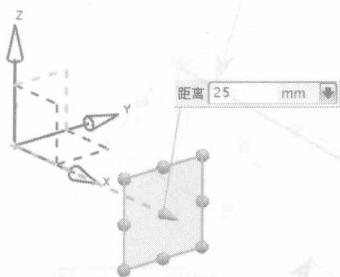
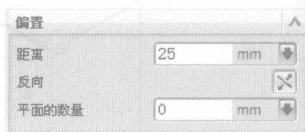

图 2-4 输入距离值
图 2-5 修改创建方向
(2) 选择参照后可预览创建的基准平面,然后在“距离”文本框中输入距离值,如图 2-4 所示。单击按钮可修改创建方向,如图 2-5 所示。